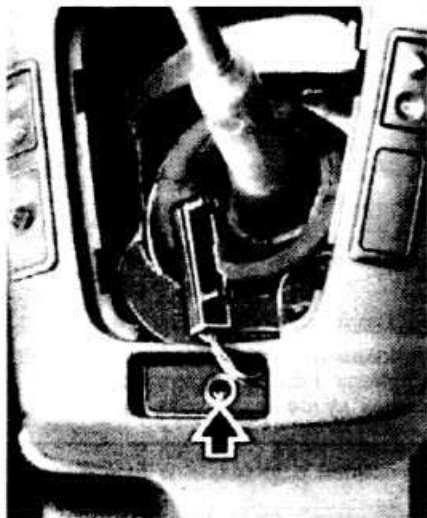

Рис. 16-9. Стрелками показаны винты крепления задней части центральной консоли на автомобилях с дизельным двигателем и кузовом хэтчбек
- Снять заднюю часть центральной консоли, отвернув винты крепления (рис. 16-9).